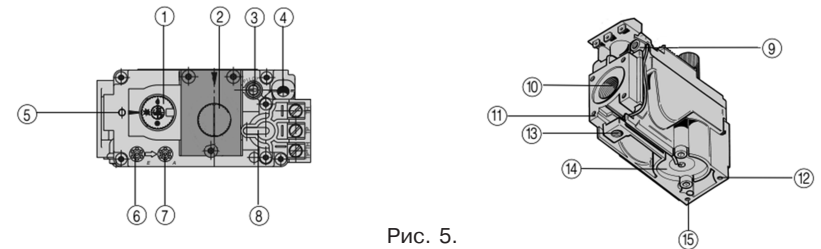

Рис. 5.
**В котлах серии «Премиум» применяется газогорелочное устройство на основе итальянской автоматики «820 Nova» и инжекционной горелки Polidoro (см. рис. 5) ВНИМАНИЕ!**